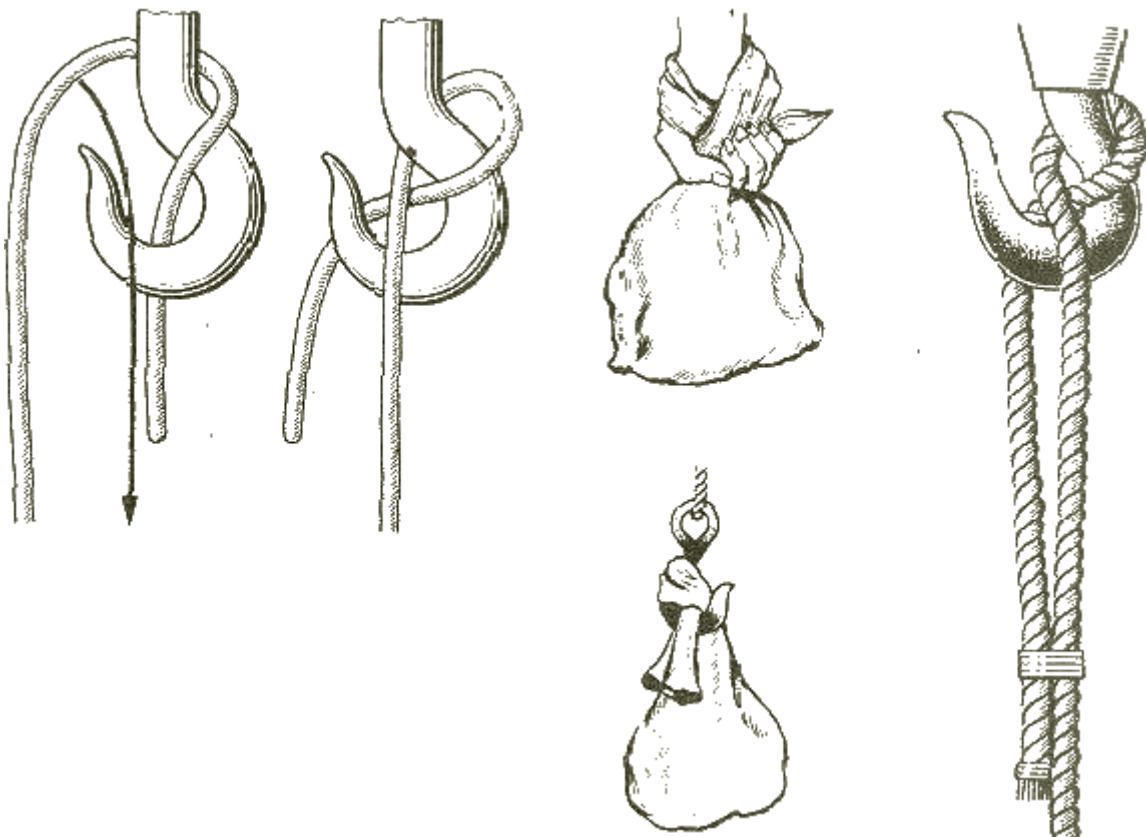

Рис. 105. Гачный узел
**Гачный узел** (рис. 105). Когда под рукой нет нужного стропа, груз поднимают краном или стрелой на гаке, используя обычный стальной или растительный трос. При этом пользуются гачным узлом. В этом нехитром узле заложена большая мудрость. При нагрузке на коренной конец ходовой конец троса прижимается к внутренней стороне шейки гака, а петля, затянутая вокруг его спинки, держит оба конца. Надевая трос на гак, нужно внимательно проследить, чтобы коренной конец троса обязательно проходил над ходовым. Чтобы гачный узел при прекращении нагрузки не отвалился, ходовой конец прихватывают временной схваткой к коренному.